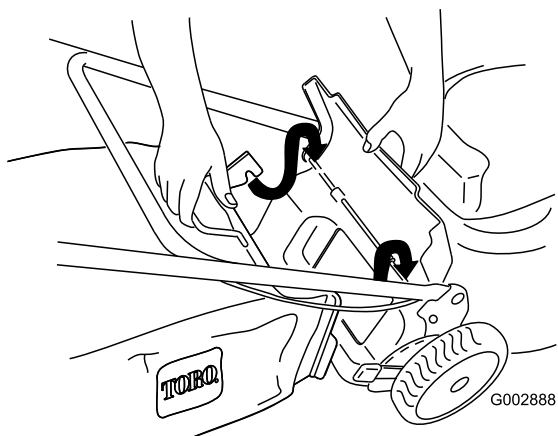

Figure 27
3. Instale la bolsa sobre la varilla de la puerta (Figure 27).